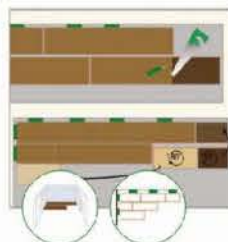

Рисунок 12
13. Далее происходит монтаж оставшихся рядов. (см. рис. 12)